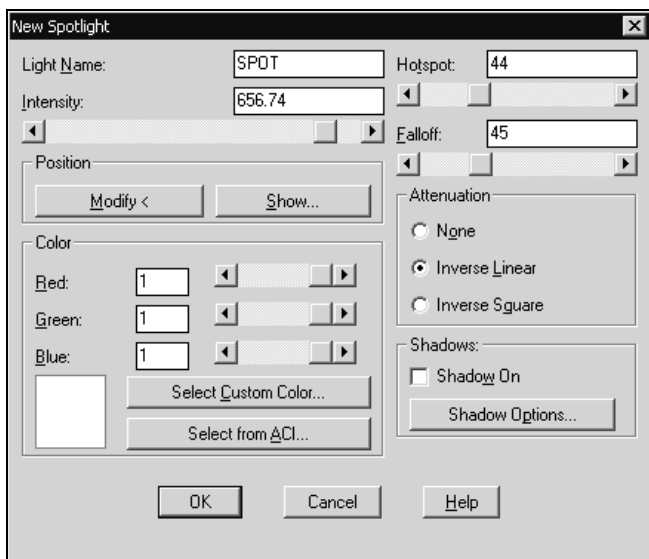

Рис. 10.17. Диалоговое окно **New Spotlight**
3. В диалоговом окне **New Spotlight** (Новый прожектор) (рис. 10.17) присвоить источнику имя (не более восьми символов), задать его цвет, воспользовавшись одним из трех возможных способов.